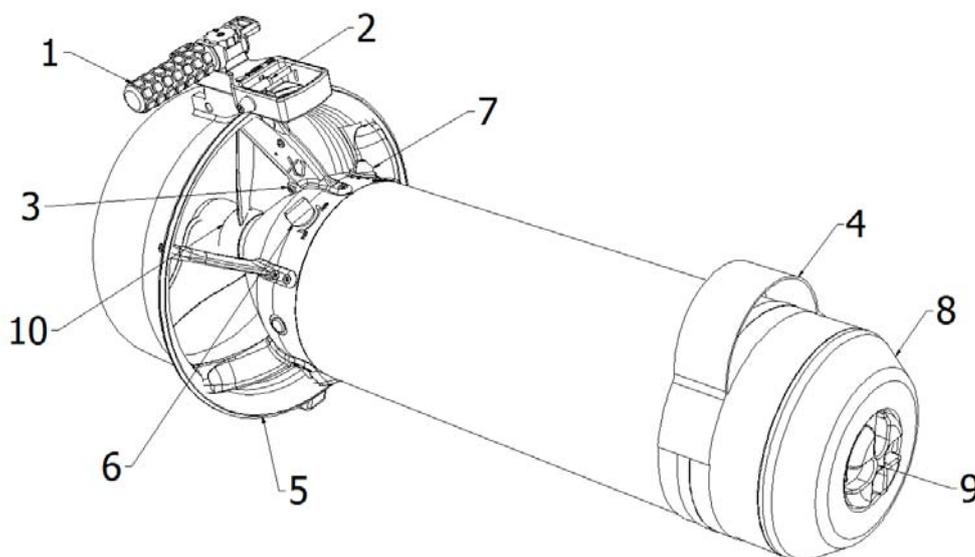

Figura 1
L'ADV è costituito da un corpo cavo perfettamente ermetico, dalla forma idrodinamica, vedi figura 1, all'interno del quale sono alloggiati il motore elettrico, le batterie ricaricabili ed il riduttore di velocità. All'esterno, posteriormente, sono presenti due maniglie di manovra (1), in una delle quali è integrato il grilletto (2) che, comandando un pistoncino magnetico (3), permette il controllo della rotazione dell'elica. Anteriormente, una maniglia in tessuto sintetico (4) viene utilizzata per la presa ed il sollevamento. All'estremità posteriore è situata l'elica (10) che girando genera la spinta propulsiva, quest'ultima è protetta da una fascia circolare radiale che costituisce il convogliatore di flusso (5). Sempre posteriormente sono presenti l'interruttore generale (6) che seziona l'alimentazione elettrica e la manopola di regolazione della velocità (7). Frontalmente è situata la calotta di prua (8) aprendola si ha accesso al vano batterie, nella calotta è inserito il volantino di chiusura (9).